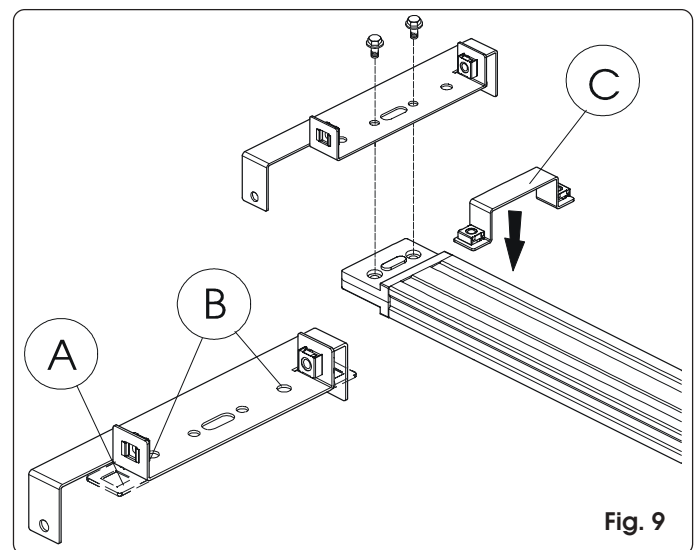
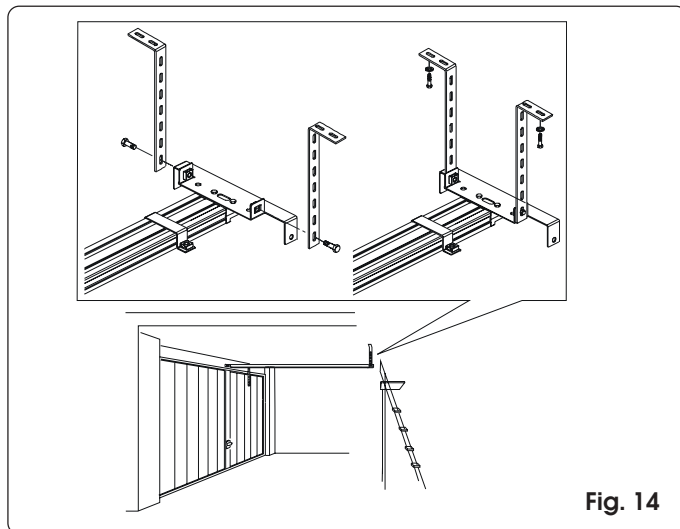

Fig. 9
Fig. 14
Montare l'attacco posteriore nell'apposita sede sul gruppo innesto trazione (fig. 9).
Nel caso in cui l'operatore debba essere installato direttamente a contatto con il soffitto, tagliare o ripiegare le squadrette di fissaggio delle staffe (fig. 9 rif. A) ed asportare, in quest'ultimo caso, il dado in gabbia. Per il fissaggio verranno utilizzati gli appositi fori (fig. 9 rif. B). Predisporre uno spessore di circa 5 mm da inserire tra l'attacco posteriore ed il soffitto.
- 11) Montare le staffe sull'attacco posteriore e riposizionare la guida di scorrimento (fig. 14).
- 12) Segnare i punti di fissaggio a soffitto, forare (avendo cura di proteggere la guida di scorrimento), posizionare la squadretta di fissaggio anteriore dell'operatore (fig. 9 rif. C e fig. 14) e terminare l'installazione della guida.